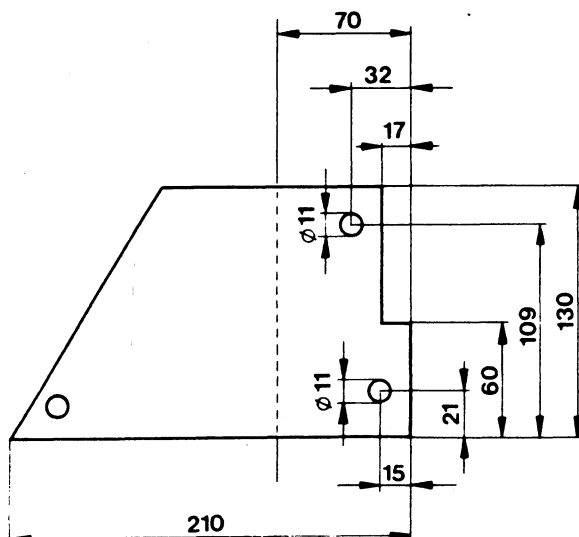

Fig. 6
- Monteer de steun (Fig. 6 en 8) tegen de achterzijde van de versnellingsbak.